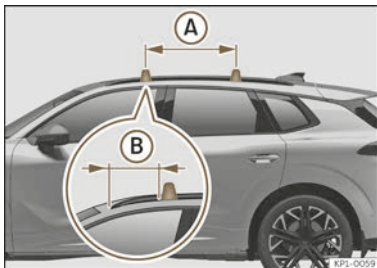

Abb. 197 Befestigungspunkte der Querstangen für den Dachgepäckträger.
Die Querstangen werden an der seitlichen Dachreling angebracht. Der Abstand zwischen den Querstangen >>> (Abb. 197) (A) muss zwischen 70 und 90 cm betragen und der Abstand von den Querstangen und der Dachreling (B) muss 9 cm betragen.